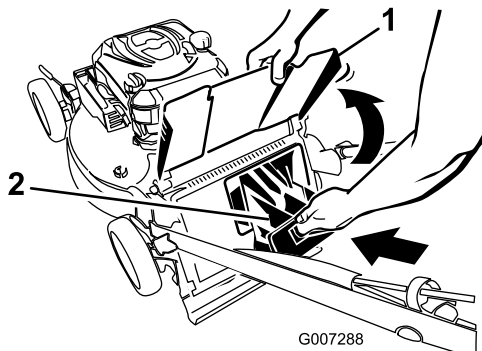

Figura 30
4. Introduzca el tapón de descarga trasero (Figura 30).